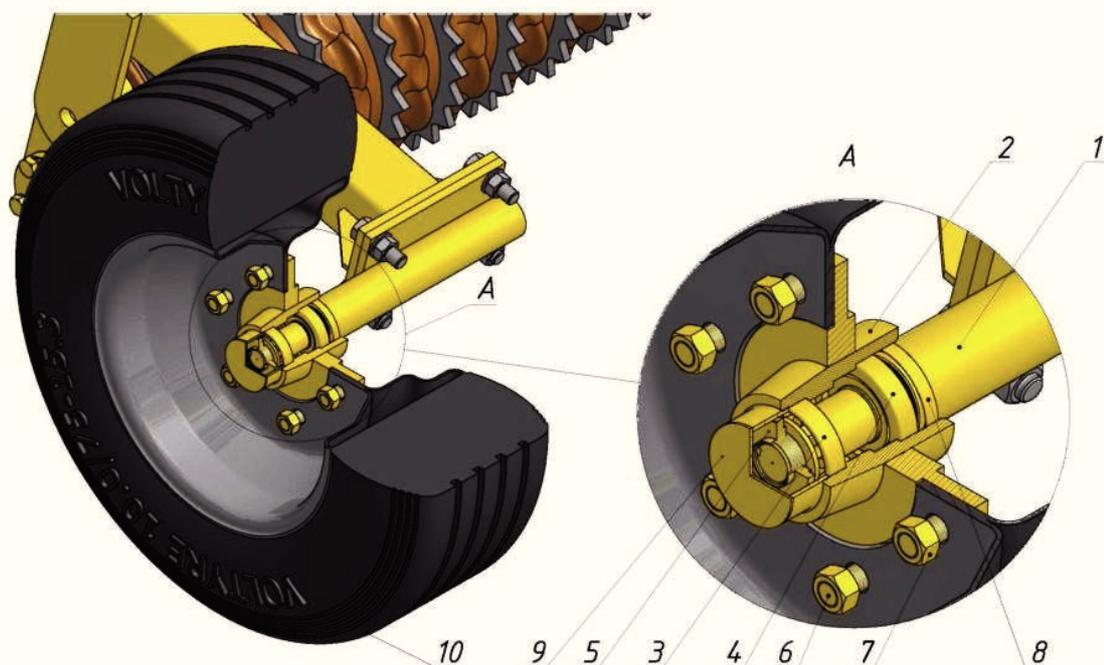

Рисунок 9 – Опорное колесо
6.2.2 Для регулировки осевого зазора в подшипниках колес 5,6 (рисунок 9) отвернуть болты 18 крышки 11, снять крышку, отогнуть стопорный усик шайбы 10, отвернуть гайку 9 и поворачивая колесо от руки, затянуть гайку до появления повышенного сопротивления вращения колеса, затем отвернуть её на ¼ оборота обратно. Проверить легкость вращения колеса, зафиксировать гайку и поставить крышку на место.